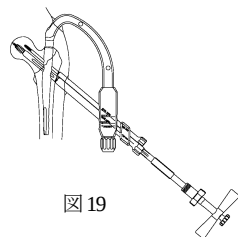

図19
- 17) ラグスクリュー用T レンチにてラグスクリューを挿入します。必要に応じ、圧迫ナットを用いて骨折部へ圧迫をかけます。(図19)